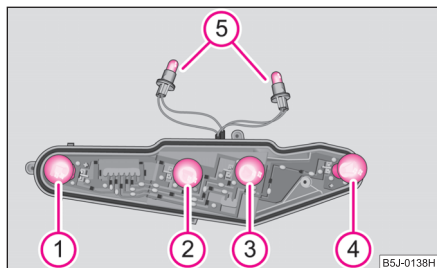

Fig. 194 Lampa din spate: Poziția becurilor
- Pentru a înlocui becul luminii de staționare, rotiți fișa becului 5 până la limită spre stânga (în direcția săgeții de pe carcasă) și scoateți-o din carcasă ⇒ fig. 194.
Disponerea becurilor din lampa din spate ⇒ fig. 194